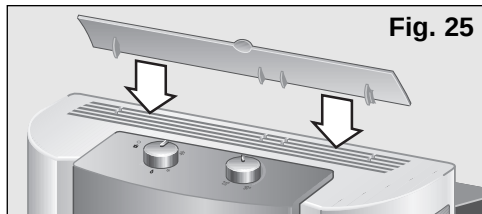

Fig. 25
- ❑ Levez l'orientateur d'air situé dans la partie supérieure de l'appareil. Sur les modèles **PAM0530**, cet orientateur d'air n'est pas monté sur l'appareil à l'acquisition. Voir **figures 25 et 26** de la partie chauffage.